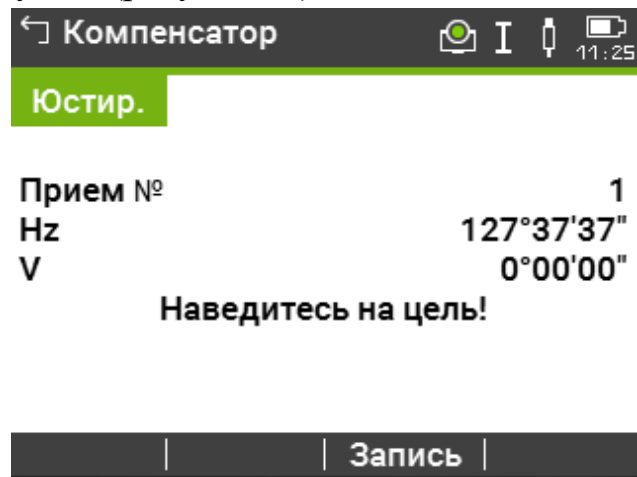

Рисунок 29 – Измерения при первом круге
5. Нажмите **Запись** для измерений при первом круге. Наводить прибор на цель не требуется (рисунок 29).